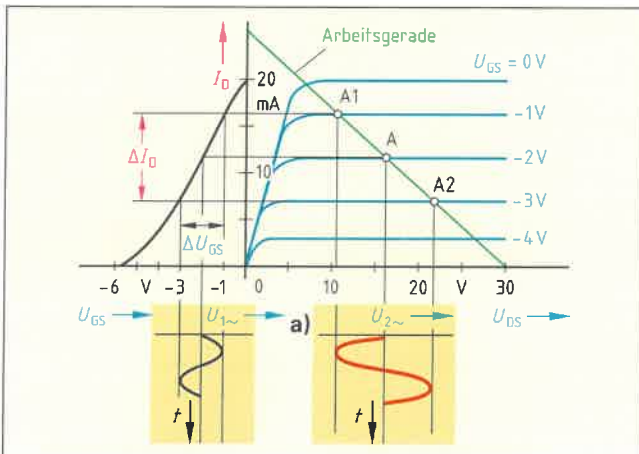
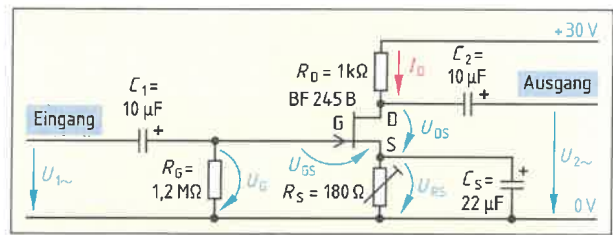

Bild 3: Übertragungs-Kennlinie NF-Verstärker
Bild 4: NF-Verstärker mit J-FET
8. a) Ergänzen Sie im Bild 3 eine Periode der Ausgangsspannung  $U_{2\sim}$  eines NF-Verstärkers mit J-FET (Bild 4) und b) berechnen Sie die Spannungsverstärkung. Ermitteln Sie die dazu notwendigen Werte aus dem Schaltbild und den angegebenen Kennlinien (Bild 3).